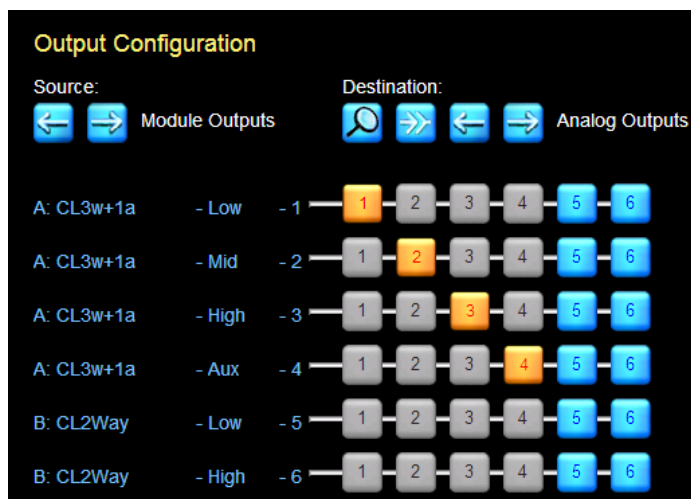

図 6.1 Classic 3+1 アナログアウトプット コンフィグレーション
27. 出力の構成が、以下の図 6.1 に示すように、ソース (Source) = モジュール出力 (Modules Outputs)、デスティネーション